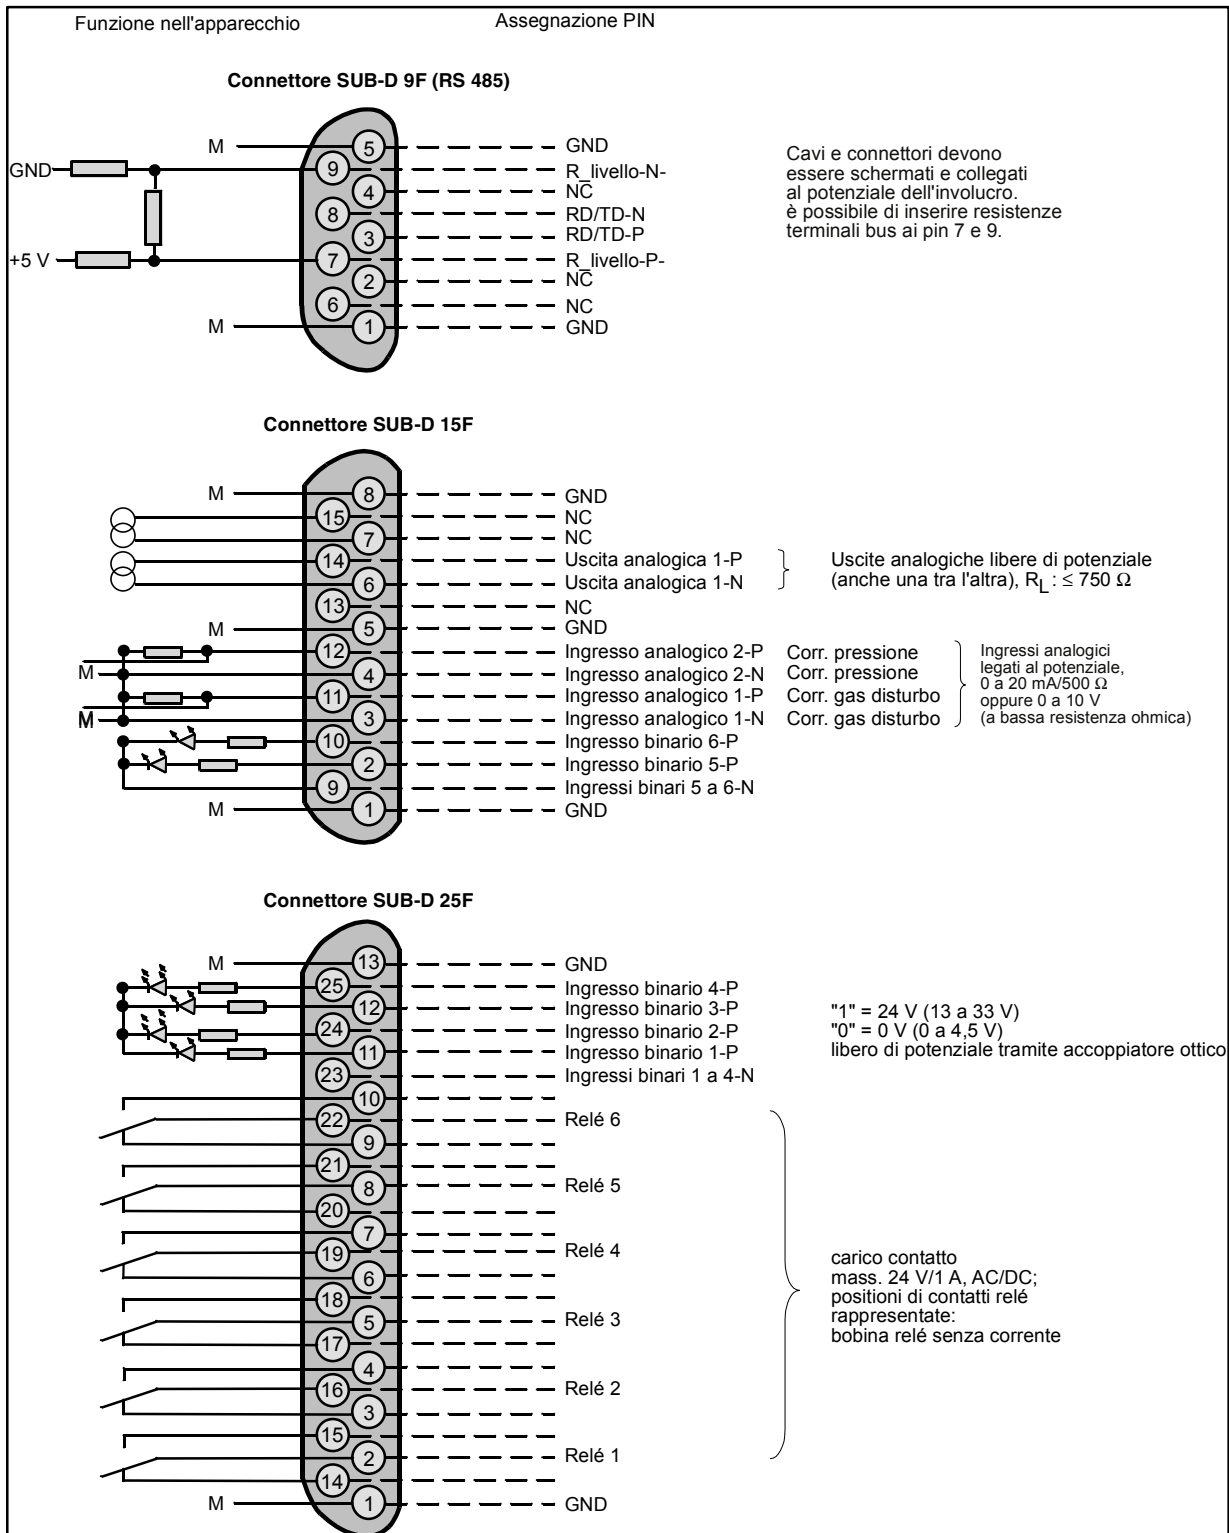

Fig. 2.3 Assegnazione prese
- I collegamenti alle uscite di relé e gli ingressi binari come pure gli ingressi ed uscite analogiche devono essere schermati. Sono da collegare alle corrispondenti spine DSUB trapezoidali secondo lo schema d'assegnazione (figure 2.3 e 2.4). Il diametro dei fili dovrebbe essere più di 0,5 mm². Vengono proposte condutture del tipo JE-LiYCY ... BD. La lunghezza dei collegamenti delle uscite analogiche dipende dal carico.